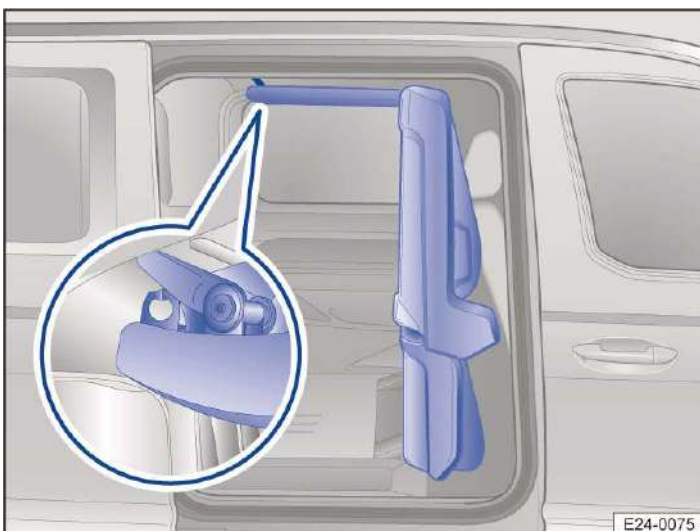

Abb. 2 Flexible Trennwand in aufgestellter Position.
3. Oberen hinteren Teil der Trennwand mit dem Handballen nach oben drücken, bis die Halterung → Abb. 2 (Lupe) mit einem Klickgeräusch einrastet.
1. Oberen hinteren Teil der Trennwand nach unten ziehen, bis sich die Halterung löst → Abb. 2 (Lupe).